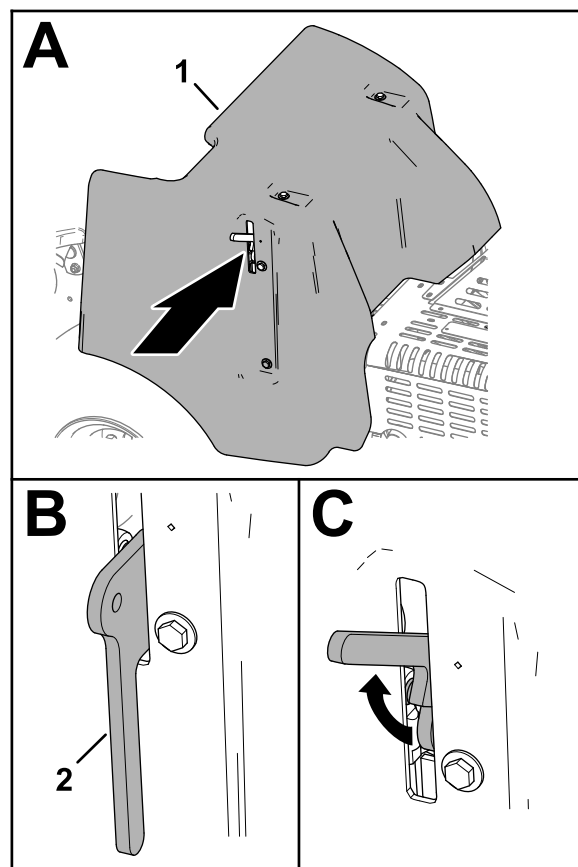

Figura 131
2. Sollevate la maniglia del fermo (Figura 131).